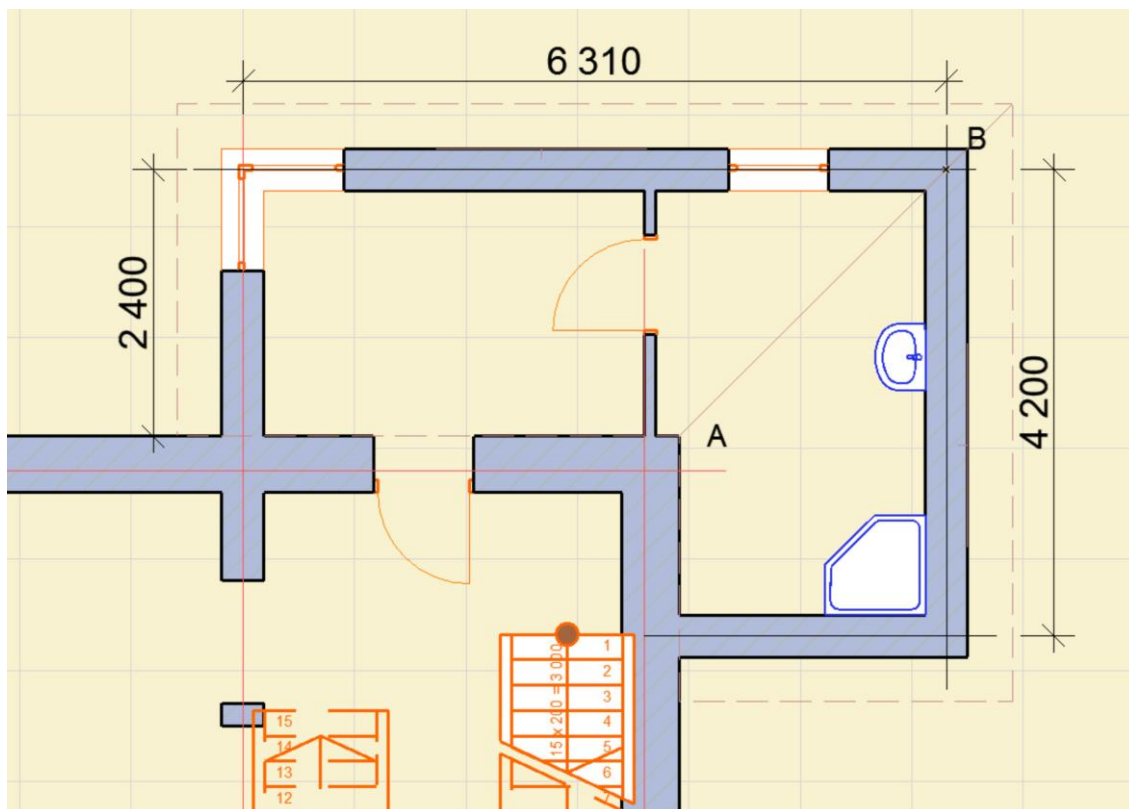

Рис. 4.1 Размеры и планировка хозяйственной пристройки
1. Постройте стену с параметрами: высота — 2700; толщина — 380; осевая линия проходит по центру стены. Предварительно постройте дополнительные строительные оси. Размеры для построения осей даны на рис. 4.1.